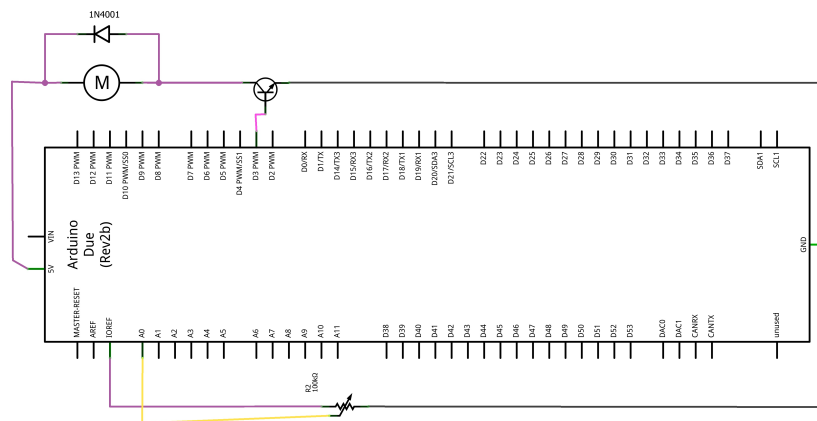

Figura 2.11. Diagrama de conexiones para la práctica 7.
- Realizar las conexiones mostradas en la figura 2.11.